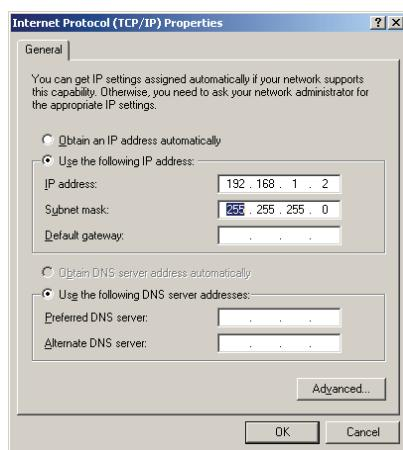

Рис. 4. Окно свойств интернет-протокола (TCP/IP)
6. Выберите **Use the following IP Address** (**Использовать следующий сетевой адрес**) и заполните поля в соответствии с рис. 4.